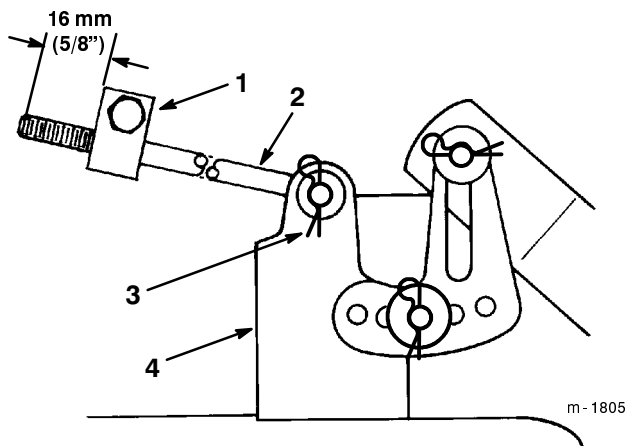

Figure 47
- Mesurer la longueur de tige qui dépasse de l'avant du bloc de réglage sur les côtés du châssis (Fig. 47). Si cette longueur n'est pas de 16 mm (5/8"), retirer la goupille épingle et la rondelle de l'extrémité de la tige (Fig. 47), et visser ou dévisser la tringle jusqu'à obtenir la longueur de 16 mm (5/8") requise. Introduire alors l'extrémité de la tige dans le support du plateau, et la fixer à l'aide de la rondelle et de la goupille épingle. Répéter ces opérations de l'autre côté de la tondeuse.